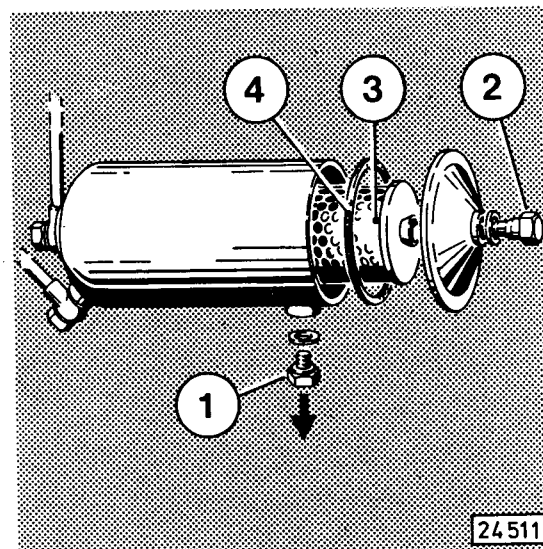

Fig. 50a
- Ölablaßschraube 1 (Fig. 50a) heraus-schrauben und Öl ablaufen lassen.